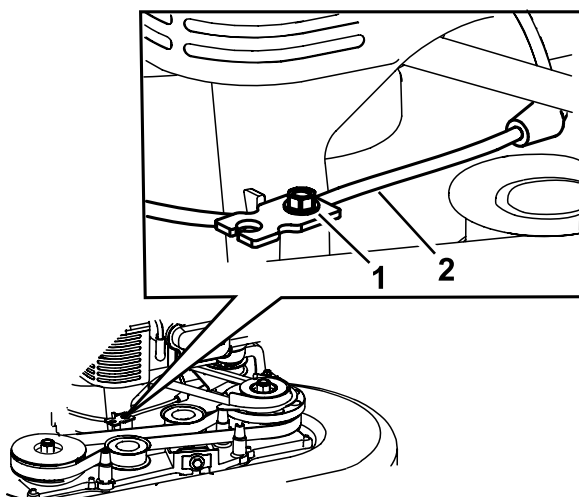

Figura 45
5. Afloje el tornillo de la abrazadera (Figura 45).